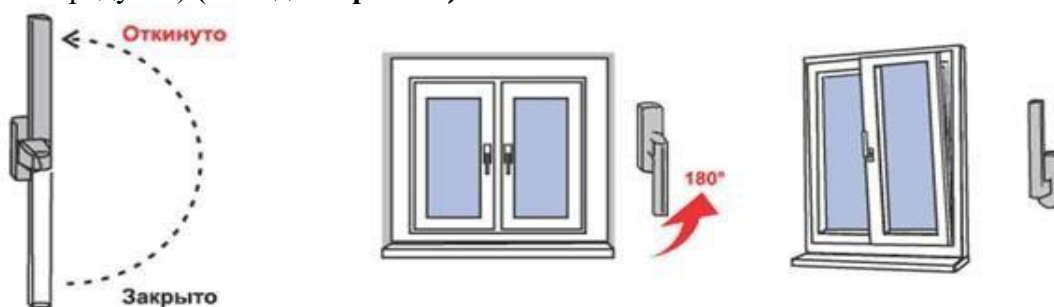

Рис. 2
2. Для перевода створки из закрытого положение в откидное, поворот створки относительно нижней горизонтальной оси, (положение «Откинута» на Рис.2) ручку поворачивают вертикально на 180 градусов вверх, затем, потянув за ручку, поворачивают створку относительно нижней горизонтальной оси на заданный изготовителем угол (не более 10 градусов) (**откидной режим**).
3. Для запирания створки из открытого или откидного положения ее сначала закрывают и, придерживая створку рукой, поворачивают ручку вертикально вниз (положение «Закрыто» на Рис. 2).